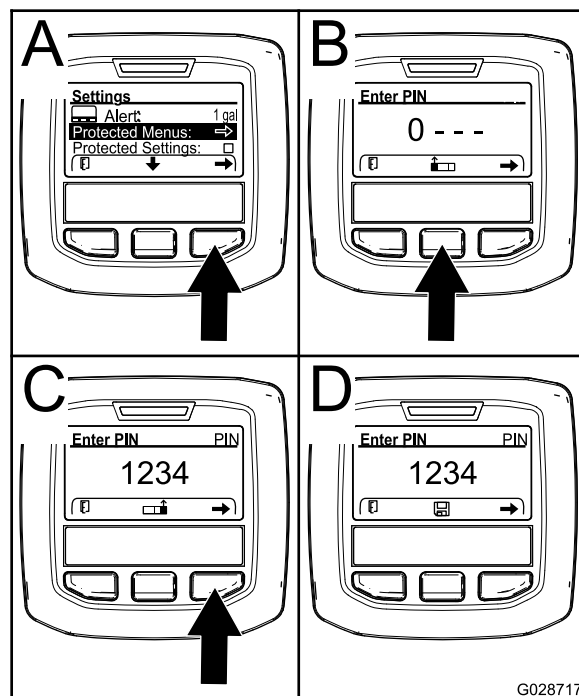

Bild 72
4. Drücken Sie die rechte Auswahl taste, um „Geschützte Menüs“ auszuwählen (A in Bild 72).
- Drücken Sie die mittlere Auswahl taste (B in Bild 72), um den numerischen Wert zu erhöhen (0 bis 9).
- Drücken Sie die rechte Auswahl taste (C in Bild 72), um den Cursor auf die nächste numerische Stelle nach rechts zu verschieben.
- Hinweis:** Das Symbol „Speichern“ wird über der mittleren Auswahl taste angezeigt (D in Bild 72).